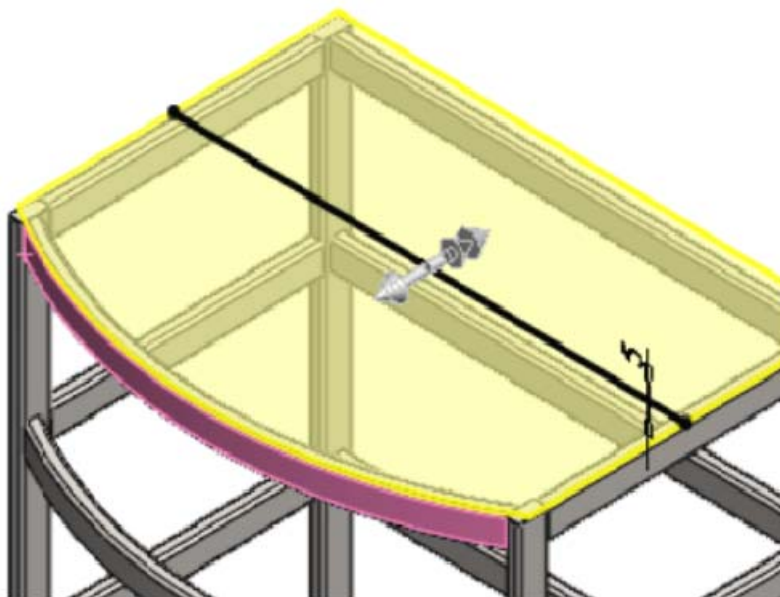

Рис. 1.21. Вытягивание бобышки для создания крышки стола
5. В окне группы **Направление 1** выберите параметр **До поверхности** и укажите изогнутую грань, показанную на рис.1.21;